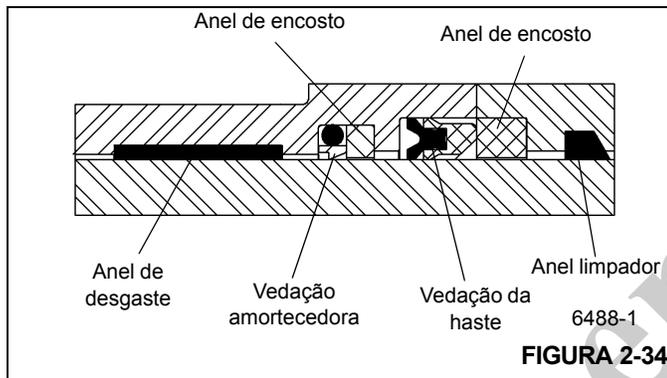

FIGURA 2-34
10. Instale o anel limpador, o anel de desgaste, a vedação amortecedora e a vedação da haste na cabeça, assegurando que as vedações sejam montadas corretamente e instaladas na direção correta (Figura 2-34).